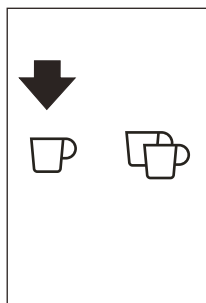

Fig. 19
- E' possibile eseguire un solo caffè alla volta, premendo l'icona ☐ (B10) (Fig. 19).